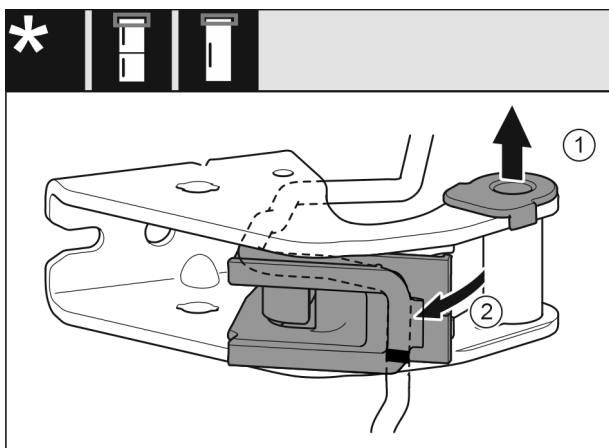

Fig. 26
- ▶ Τραβήξτε το κουζινέτο από τον οδηγό. Fig. 26 (1)
- ▶ Ανοίξτε το στήριγμα καλωδίων. Fig. 26 (2)